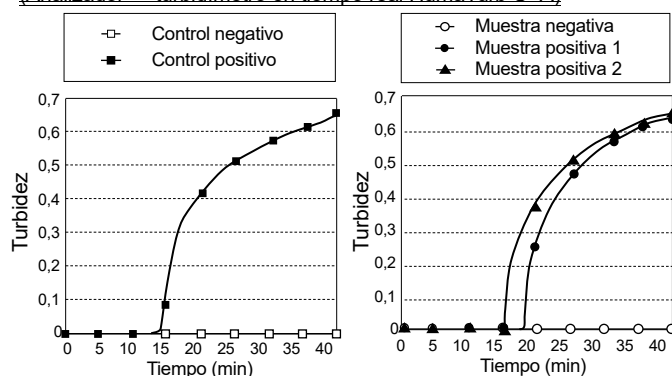

Fig. 1 : Gráficas de amplificación correspondientes a los controles.
- (1) Configure el turbidímetro en tiempo real HumaTurb C+A para la detección con este producto.
- (2) Compruebe si la temperatura mostrada en la pantalla alcanza los 65,0 °C (deje que el turbidímetro se caliente durante 20 minutos antes de utilizarlo).
- (3) Coloque los tubos de reacción e inicie el análisis.
- (4) Observe la pantalla del turbidímetro para comprobar si los controles positivo y negativo presentan un aumento de la turbidez. Si la turbidez aumenta en el control positivo, pero no en el control negativo, la reacción de amplificación está teniendo lugar correctamente (Fig. 1). De lo contrario, la reacción de amplificación podría estar teniendo lugar de manera incorrecta. En ese caso, vuelva a analizar las muestras afectadas.
- (5) Confirme la finalización de la inactivación de la polimerasa (completada automáticamente por el turbidímetro). Retire todos los tubos de reacción del turbidímetro en tiempo real HumaTurb C+A y deséchelos sin abrirlos.
Una vez se haya confirmado que la turbidez aumenta en el control positivo, pero no en el control negativo, evalúe las muestras atendiendo a los siguientes criterios (Figs. 1 y 2):